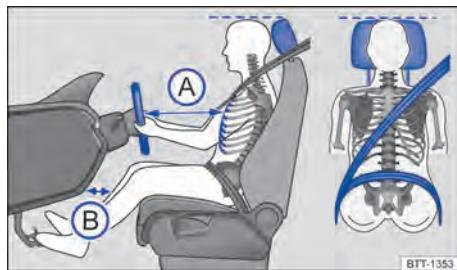

Fig. 20 Distância correta do condutor em relação ao volante, posição correta do cinto de segurança e ajuste correto do apoio para cabeça.
- Ajustar o banco de modo que a distância entre o volante e o tórax tenha no mínimo 25 cm → Fig. 20 A e que o condutor possa segurar o volante pela borda externa com as duas mãos e os braços ligeiramente dobrados.
- Ajustar o banco do condutor na direção longitudinal de modo que os pedais possam ser acionados com as pernas ligeiramente arqueadas e a distância para o painel de instrumentos na área do joelho seja de, no mínimo, 10 cm → Fig. 20 B.
- Para os bancos com apoio para cabeça: ajustar o apoio para cabeça de modo que a sua borda superior se encontre preferencialmente na mesma linha da parte superior da cabeça → Fig. 20 – porém não abaixo da altura dos olhos. Posicionar a parte posterior da cabeça o mais perto possível do apoio para cabeça.